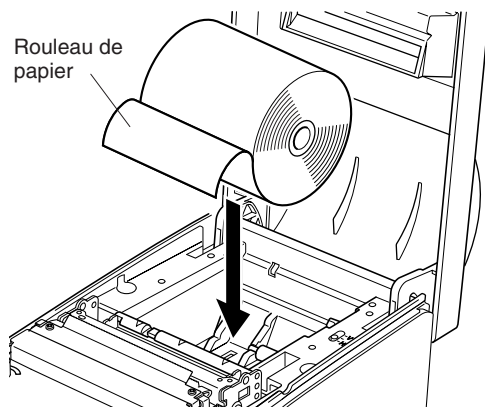

Fig. 5-5 Chargement du papier
- ④ En faisant attention au sens du rouleau, mettez le rouleau de papier en place dans le creux, comme indiqué dans la figure 5-5.
- ⑤ Insérer le bord du papier dans le mécanisme d'avance de papier (partie en plastique noir). S'il est inséré correctement, le bord du papier ressortira par la fente de sortie de papier.
- ⑥ Insérez l'extrémité du papier dans la fente de sortie où se trouve la barre de découpage, puis remettez le capot en place en suivant la procédure d'ouverture du capot décrite à l'étape ① ci-dessus dans le sens inverse.